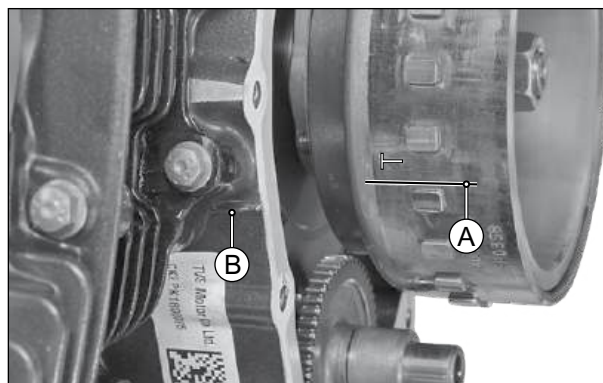

Fig. 3.41
- Alinhe a marca PMS (T) (A) no conjunto do rotor com a marca da carcaça do motor (B), girando o conjunto do rotor. (Fig. 3.41)